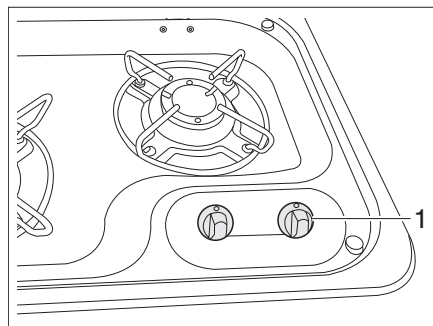

Fig. 88 Elementi di comando del fornello a gas
- Ruotare il pomello girevole (Fig. 88, 1) dell'impianto a fiamma libera desiderato in posizione accesa (fiamma alta).
- Ruotare il pomello girevole sulla posizione 0 (Fig. 88,1). La fiamma si spegne.